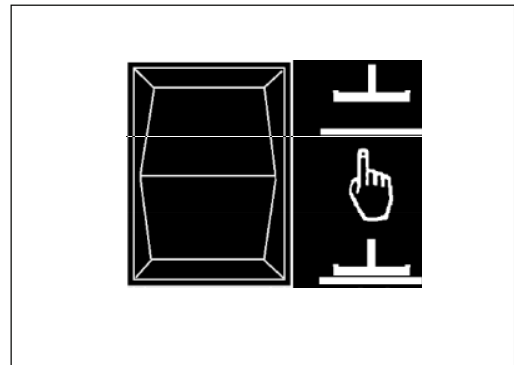

Abbildung 24
1. Senken Sie das Wischgummi und starten Sie den Saugmotor, indem Sie die Taste "Wischgummi Auf/Ab" auf "Ab" stellen (Abbildung 24). **HINWEIS: Der Saugmotor startet, sobald Sie den Schalter in die Position "Ab" bringen, und das Wischgummi wird herabgesenkt.**
2. Stellen Sie das Wischgummi wieder hoch, indem Sie die Taste "Wischgummi Auf/Ab" auf "Auf" stellen (Abbildung 24). Das Wischgummi wird dann angehoben und der Saugmotor schaltet sich nach einer kurzen Verzögerung aus. **HINWEIS: Die mittlere Position der Taste "Wischgummi Auf/Ab" ist zur Verwendung mit der One-Touch-Steuerung vorgesehen.**